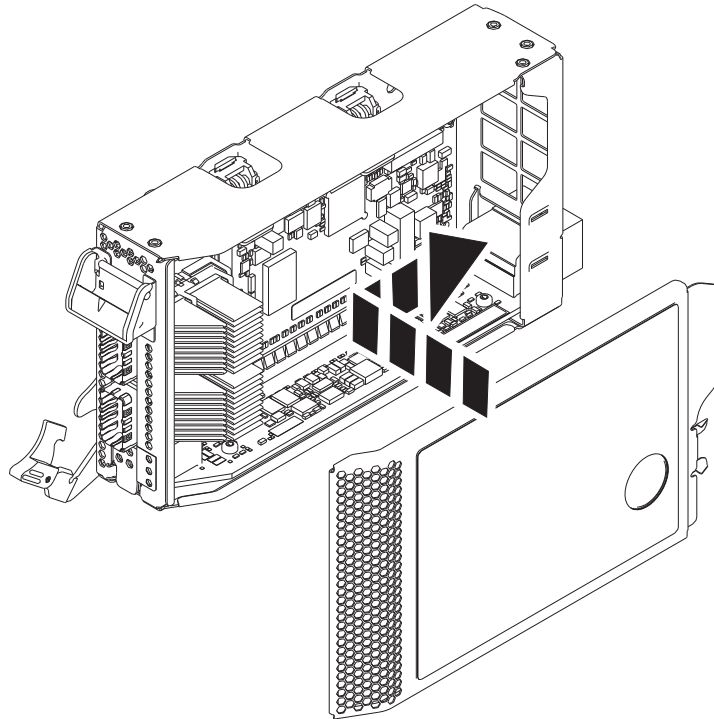

Figure 32. Remise en place du couvercle de la cassette de cartes PCIe
- a. Positionnez correctement le couvercle et faites-le glisser pour le remettre en place sur la cassette comme illustré dans la figure 32.